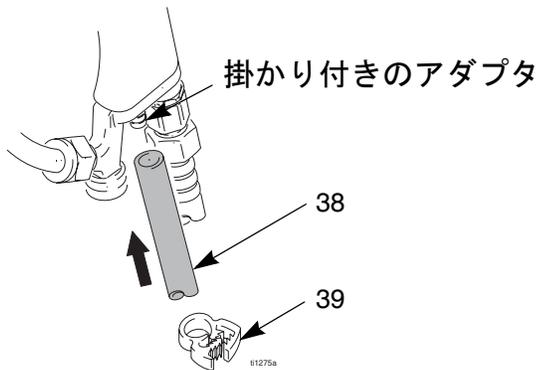

図 5
ガンハンドルの底にある掛かり付きのアダプタに、排気管 (38) を押し付けます。クランプ (39) (図 5) で真空管をしっかり固定します。